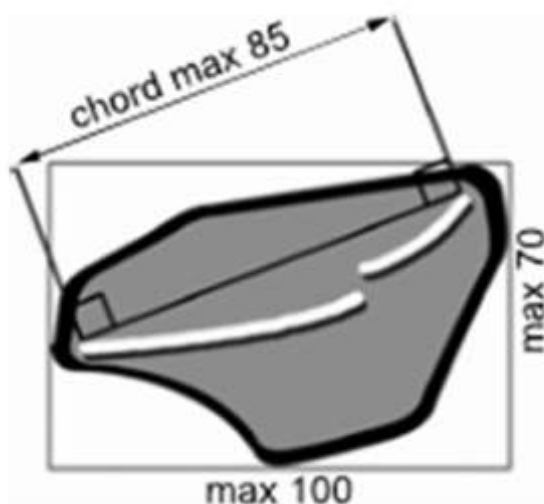

Figura 7: Ingombro laterale massimo spoiler posteriore
- lunghezza massima della corda 85,0 mm (si veda la Figura 7).